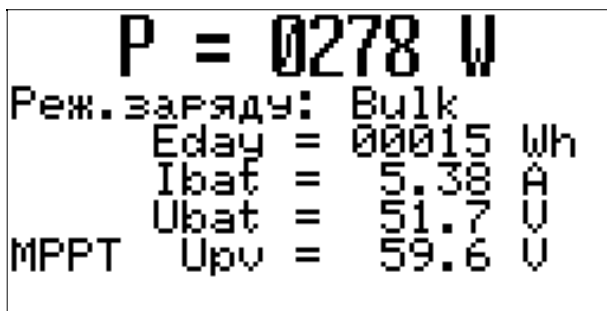

Рис. 7
Екрани меню в порядку вибору їх кнопкою «+» представлені на Рис. 7 – Рис. 18.
7.2.2.1 Основний режим індикації представлений на Рис. 7.